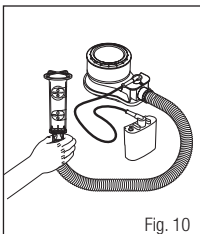

Fig. 10
- b. Tuyaux de respiration GVP-122, GVP-123 et H-115 – insérer l'extrémité dans l'orifice du tuyau de respiration (Fig. 10) et maintenir le débitmètre à la verticale.